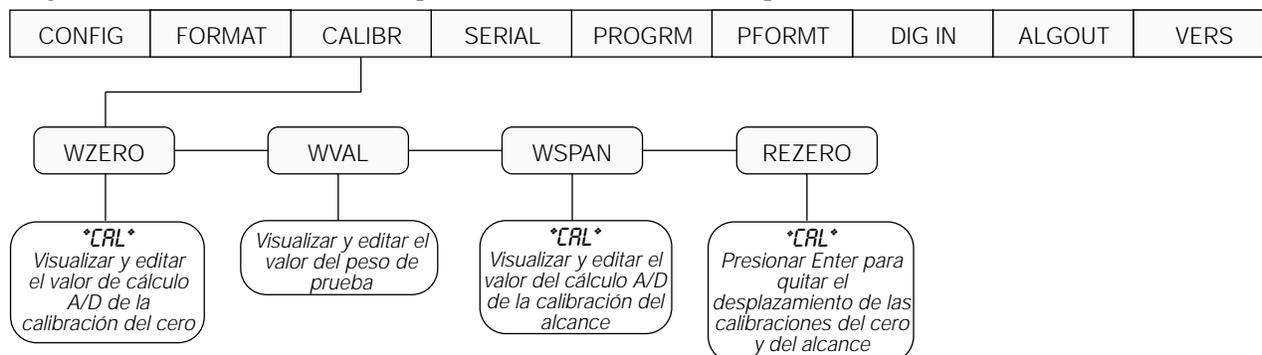

Figura 4-1. Menú calibración (CALIBR)
2. Presionar  $\triangleright$  hasta que la pantalla muestre *CALIBR* (ver Figura 4-1). Presionar  $\nabla$  para ir a calibración del cero (*WZERO*).